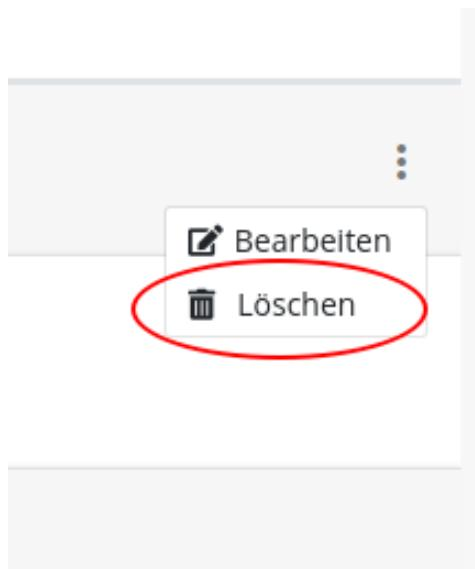

Abbildung 58: Löschen eines Zustandsautomaten
- Klicken Sie auf der Übersichtsseite in der entsprechenden Reihe rechts auf das ausklappbare Menü (gekennzeichnet durch drei vertikale Punkte, vgl. Abbildung 58)